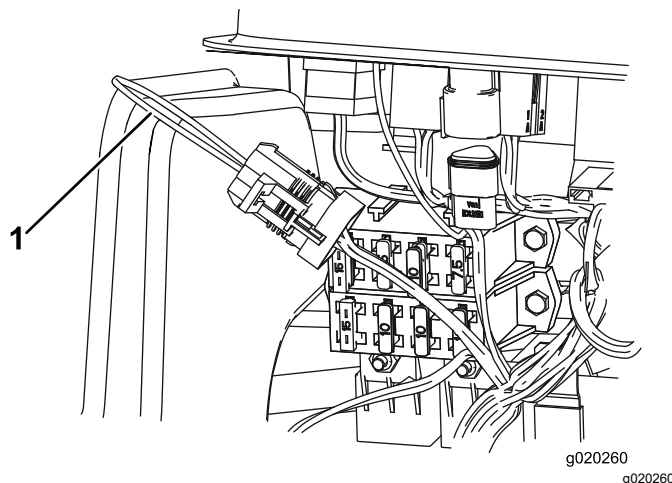

Figure 38
3. Localisez le faisceau de câblage et le connecteur de bouclage (Figure 38).